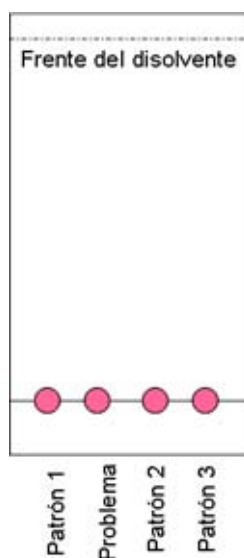

Figura 2
2. Empleando capilares diferentes para aplicar cada compuesto, depositar una microgota de los dos compuestos sintetizados puros y los dos patrones comerciales en los puntos señalados. Se debe procurar que las manchas sean de un diámetro inferior a 0.5 mm y estén bien separadas (ver figura 2).